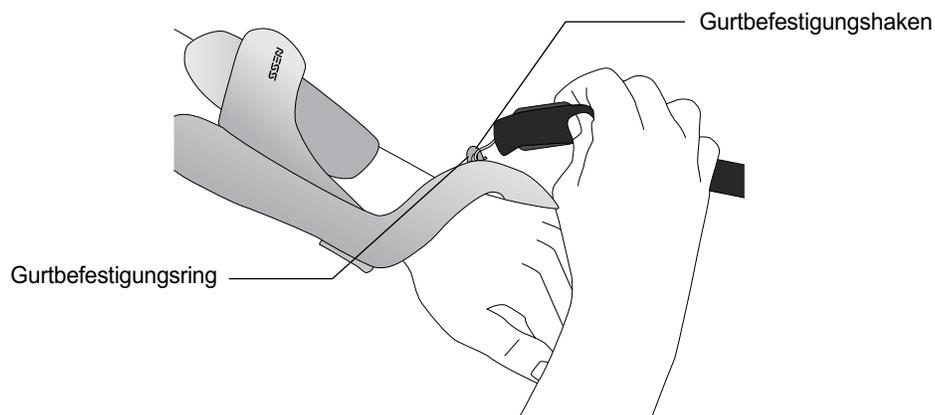

Abbildung 6-8: Anbringen des Handgelenkgurts
1. Befestigen Sie den Gurtbefestigungshaken am Gurtbefestigungsring der Orthesen-Handgelenksführung. Siehe Abbildung 6-8.